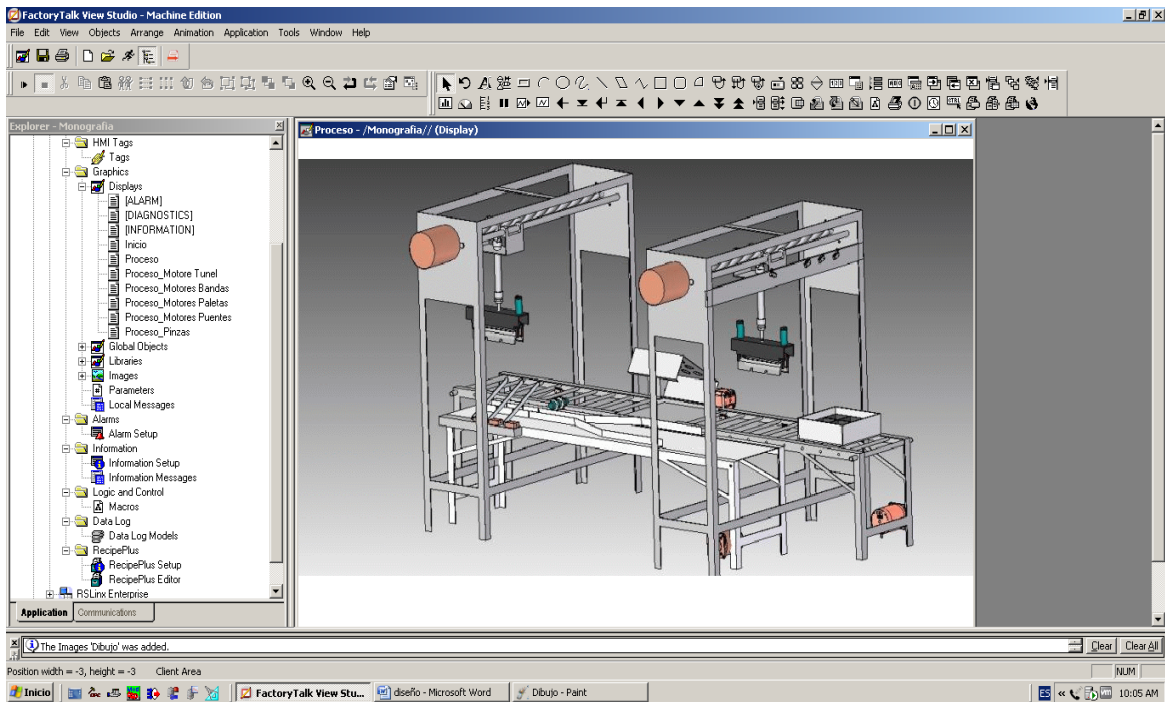

Figura 55. Imagen de la PantallaProceso para la Maquina de Embalaje. [4]
- Proceso (Máquina de Embalaje). (Ver Figura 55)